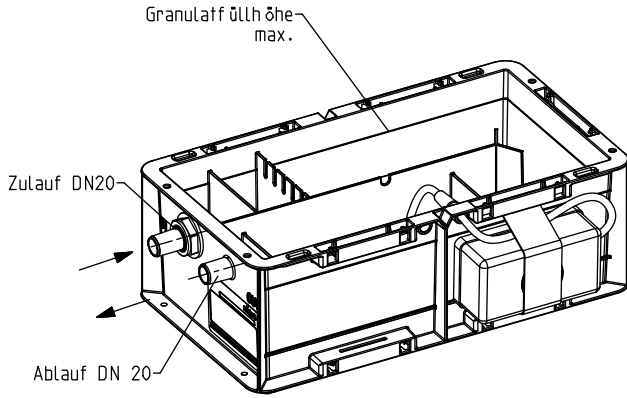

Abb. D-2: Granulatfüllhöhe NO-5
- Aktivkohle und Neutralisationsgranulat lt. Abb. D-2 bis D-7 einfüllen.
15. Aktivkohle und Neutralisationsgranulat lt. Abb. D-2 bis D-7 einfüllen.